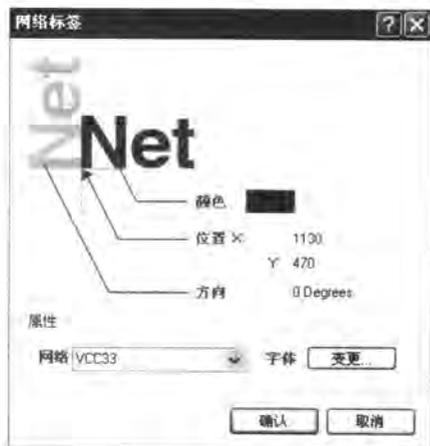

图 3-85 设置属性
- [4] 双击所放置的网络标签（或在放置状态下按 **Tab** 键），打开【网络标签】对话框。在【网络】文本编辑栏内输入网络标签的名称“VCC33”，并设置放置方向及字体，如图 3-85 所示。